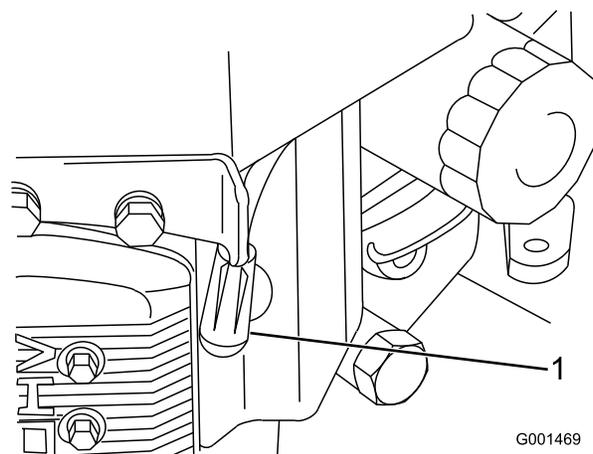

Figura 25
3. Scollegate i cappellotti dalle candele (Figura 25).